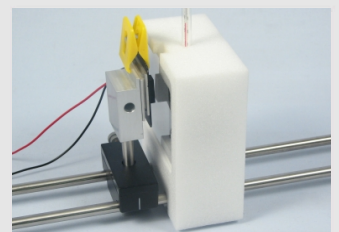
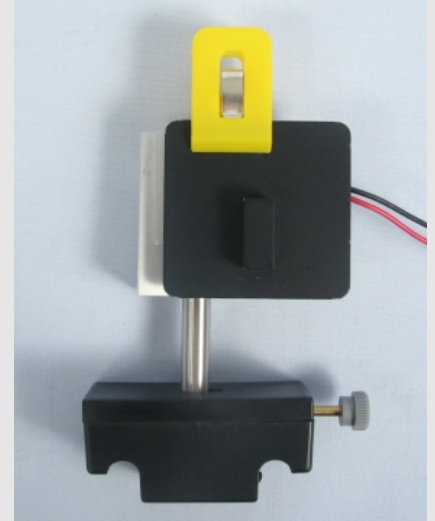

Abbildung 14
Abbildung 16
4. Beachte hierbei, dass die Plastikscheibe und die Nase so viel Kontaktfläche haben wie möglich und dass die Nase die Scheibe auf mittlerer Höhe möglichst weit links berührt (Abb. 14 der vorherigen Folie bis Abb. 16).